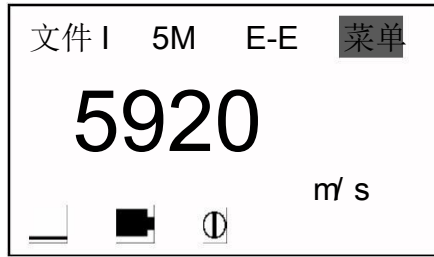

图 18
- a. 按 **MODE** 键移动光标至菜单，如图 18：
a. 按 **MODE** 键移动光标至菜单，如图 18。
- 按 **MODE** 键移动光标至菜单，如图 18。
- a. 按 **MODE** 键移动光标至菜单，如图 18。